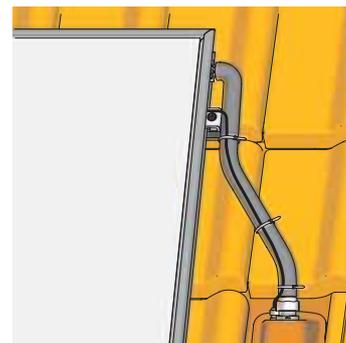

Figura 3-48 Fase di lavoro 3
3. Posare il cavo di silicone della sonda di temperatura del collettore fino al passante a tetto (con curva di gocciolamento) e fissarlo con serracavo alla guida di montaggio o al tubo di collegamento (Figura 3-48).